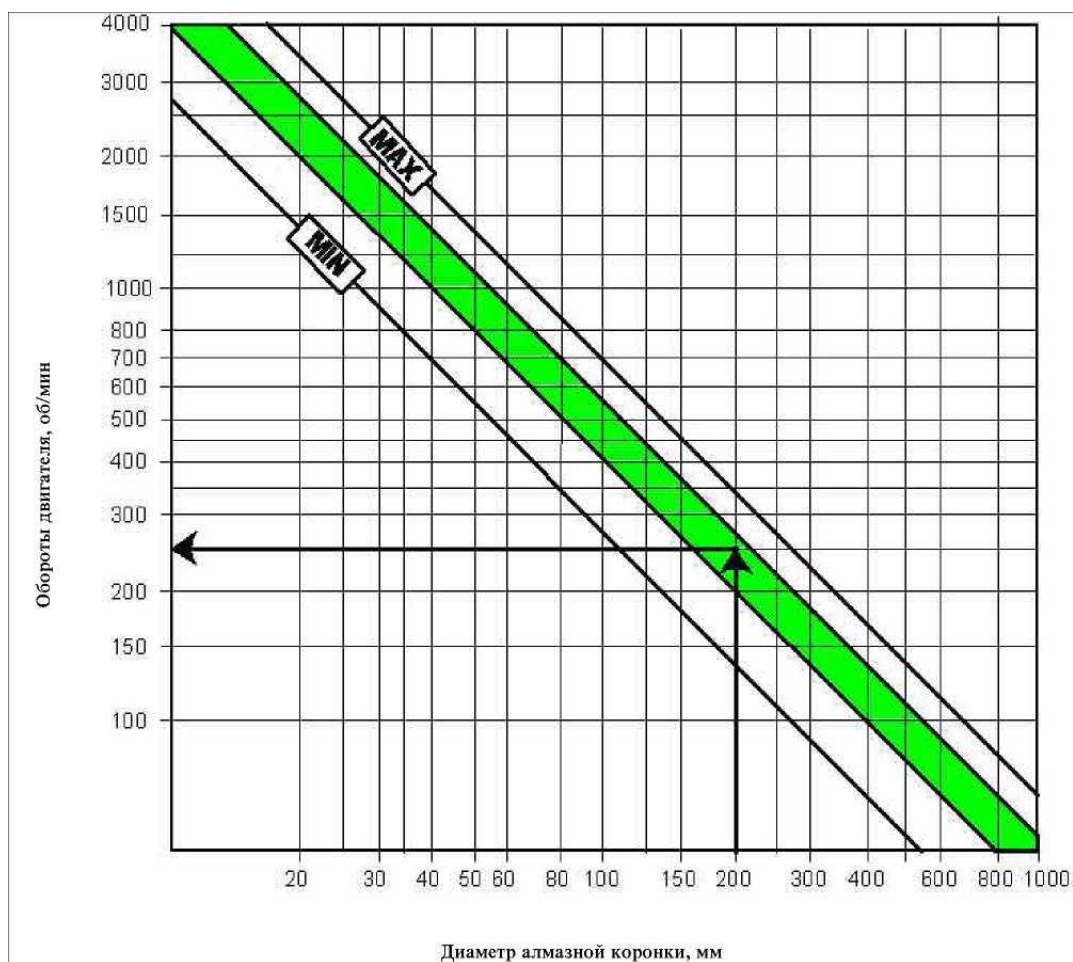

Рис.3. Определение числа оборотов вала сверлильной машины.
- Установите для используемого диаметра алмазной коронки правильное число оборотов сверлильной машины (рис. 3).